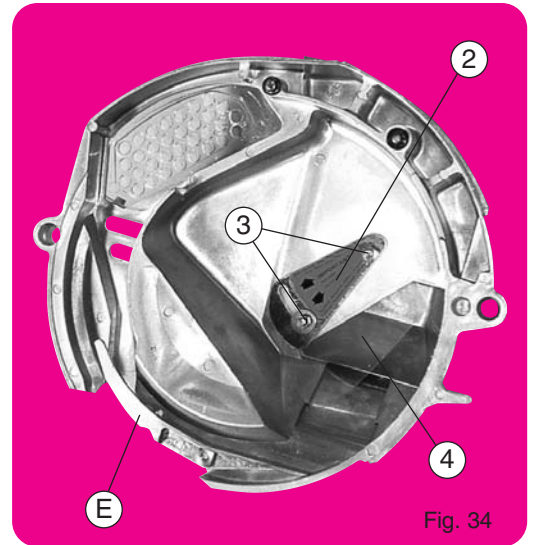

Fig. 34
1. POSITION HAUTE (fig. 34) POUR GROSSES GRAINES, c'est-à-dire maïs, haricots, soja, pois, féveroles, arachides, coton...
1. HIGH POSITION (fig. 34) FOR LARGE SEEDS, i.e. corn, beans, soybean, peas, kidney beans, peanuts, cotton...
1. Hohe Stellung (Abb. 34) für großes Saatgut, d. h. Mais, Bohnen, Soja, Erbsen, Ackerbohnen, Erdnüsse, Baumwolle...
1. STAND HOOG : (fig. 34) voor GROTE ZADEN, dat wil zeggen maïs, bonen, soja, erwten, veldbonen, pinda's, katoen...